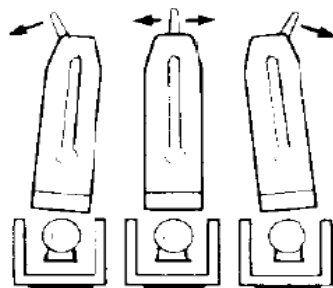

FIG. 12
Regarder la semelle du rabot et déplacer le levier de gauchissement (10) comme illustré à la Fig. 12.